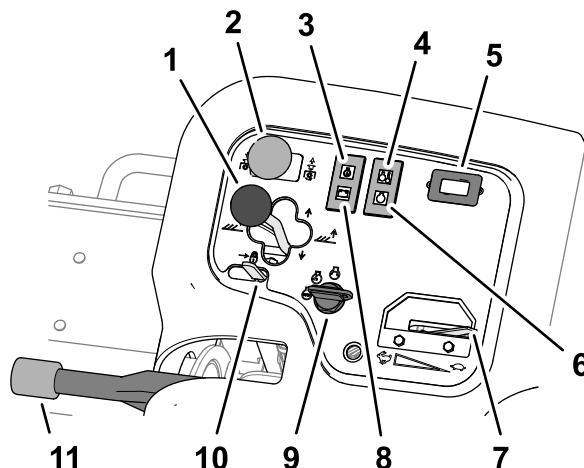

Рисунок 43
- Чтобы опустить режущие блоки на землю, переведите рычаг перемещения режущего блока вперед в положение ОПУСКАНИЕ (Рисунок 43).
Переключатель привода режущего блока (Рисунок 43) имеет 2 положения: Включить и Выключить. Этот кулисный переключатель приводит в действие электромагнитный клапан в группе клапанов, который включает привод режущих блоков.
Контрольная лампа давления масла (Рисунок 43) загорается, если давление масла в двигателе падает ниже безопасного уровня.
Сигнальная лампа (Рисунок 43) загорается, если температура охлаждающей жидкости слишком высокая. При такой температуре режущие блоки выключаются. Если температура охлаждающей жидкости поднимается еще на 5,5 °C, двигатель останавливается для предотвращения повреждения.
Счетчик моточасов (Рисунок 43) показывает полную наработку машины в часах. Счетчик моточасов начинает работать при установке замка зажигания в положение «Вкл.».
При включении свечей предпускового подогрева загорается соответствующий индикатор (Рисунок 43).
При перемещении рычага дроссельной заслонки (Рисунок 43) вперед скорость двигателя увеличивается, а при перемещении назад — уменьшается.
Индикатор генератора (Рисунок 43) выключается, когда двигатель работает. Если индикатор
Выключатель зажигания (Рисунок 43) используется для запуска двигателя и включения световых приборов. Выключатель зажигания имеет 3 положения:
Переместите фиксатор рычага подъема (Рисунок 43) назад для предотвращения опускания режущих блоков.
При выключенном двигателе необходимо всегда включать стояночный тормоз (Рисунок 43), чтобы предотвратить непреднамеренное движение машины. Для включения стояночного тормоза потяните рычаг вверх; для выключения стояночного тормоза опустите рычаг вниз.